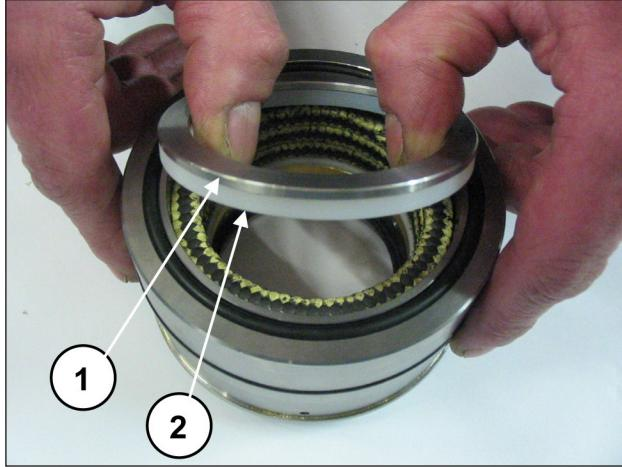
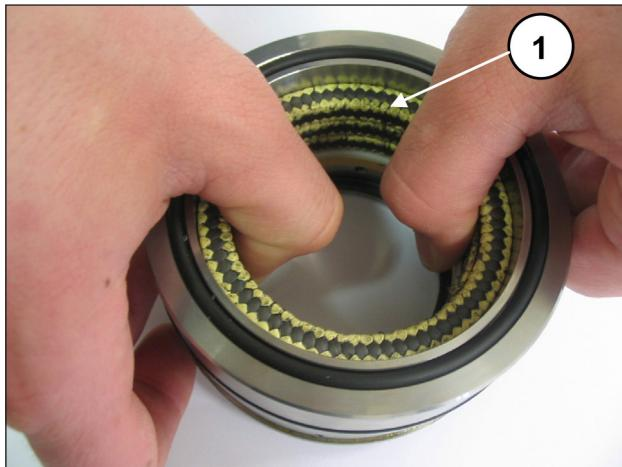

Abb. 193
Abb. 194
Trennen Sie den Dichtungshalter von der Buchse, entnehmen Sie den Federring und den Abstreifring (Pos. ①②, Abb. 193), um die Druckdichtungen freizulegen (Pos. ①, Abb. 194).